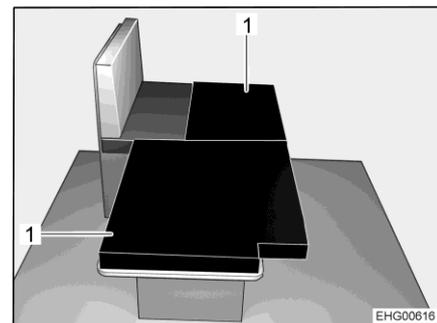

Fig. 52 Dopo la trasformazione
- Posizionare i due cuscini aggiuntivi (Fig. 52,1) sul tavolo ribassato, come illustrato.